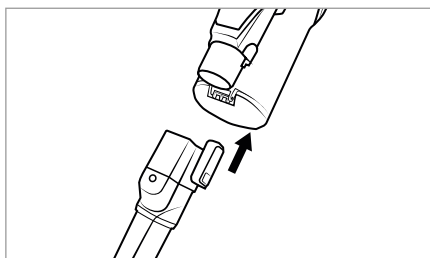

Fig. 14
- ♦ Coloque o acessório no tubo de aspiração 23 ou na abertura de aspiração do aparelho, encaixando-o até ouvir um estalido (ver fig. 14). Tenha atenção à posição correta do bloqueio.